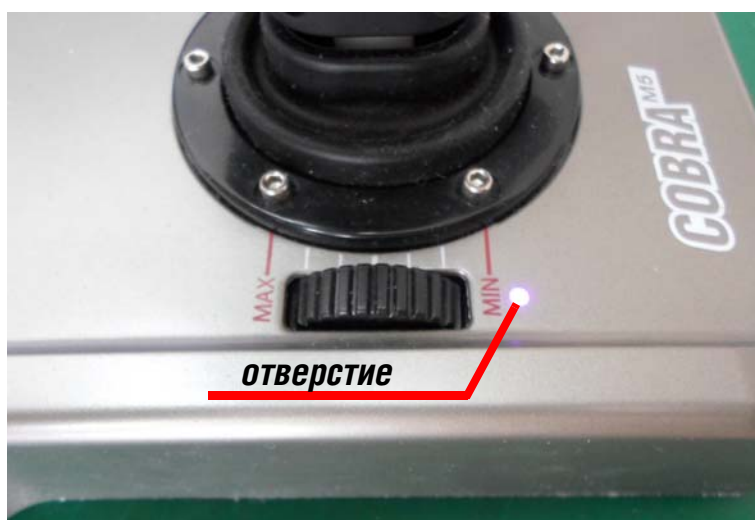

Рис. 1.2.
2. Просверлите отверстие для установки светодиода. На рис. 1.2 показан вариант расположения индикатора рядом с осью газа.